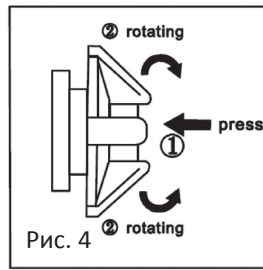

Рис. 4
1) Для зміни діаметра стрічки натисніть шестірню, що обертається, в стрічці таким чином, щоб можна було регулювати стрічку. Маховик у стрічці має функцію автоблокування. Не варто через силу обертати маховик, щоб уникнути пошкодження шестірні (рис. 4).